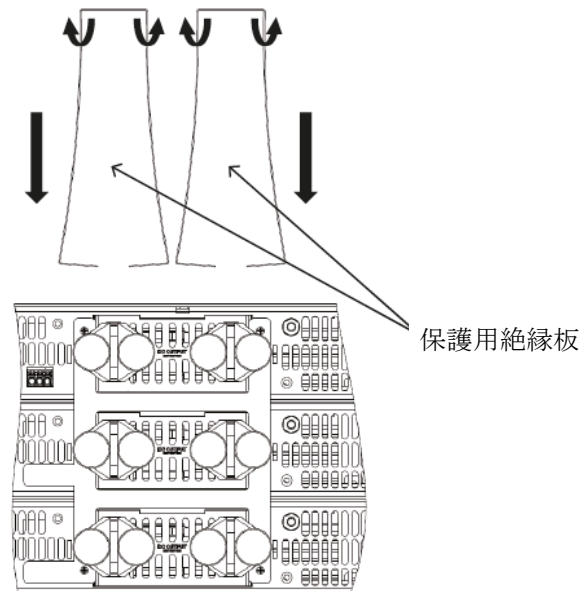

図4-42 保護用絶縁板の取付方法 (GSP10kW,GSP15kWの出力電圧10Vの各モデル)
4. 出力端子カバーを取り付ける前に+Vと-Vを絶縁するための保護用絶縁板を取り付けてください。保護用絶縁板はフレキシブルな形状をしており、底面側が開放されています。図4-42に示すようにこの開放箇所を開いてバスバーを覆うように取り付けてください。
(図4-42はGSP15kWの場合ですが、GSP10kWも同様です。)